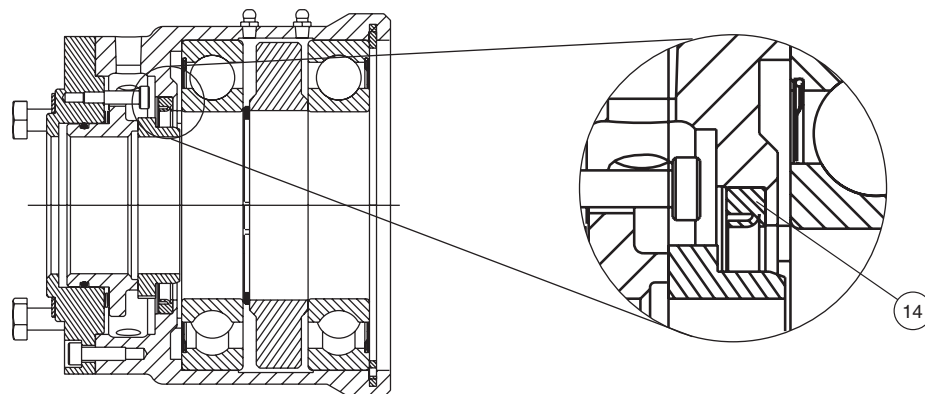

Figura 1
Se existente, retire o retentor (14) do corpo utilizando uma chave de fenda. Limpe e seque o interior do corpo. Veja a figura 1.
Presse o novo retentor para dentro do corpo. Utilize um pedaço de tubo para pressionar o retentor de modo que a força seja aplicada somente no metal do diâmetro externo do retentor. Veja a figura 1.